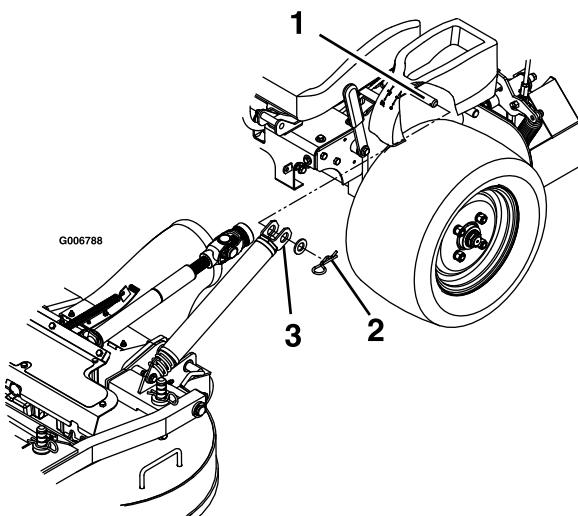

Figura 66
3. Retire los pasadores de horquilla y las arandelas de la parte superior del muelle de elevación asistida en cada lado de la máquina (Figura 66).
8. Instale los muelles en las clavijas de anclaje situadas debajo de las consolas derecha e izquierda y sujételos con una arandela y un pasador de horquilla (Figura 66).